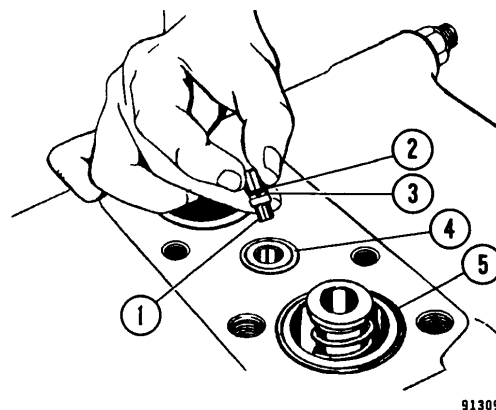
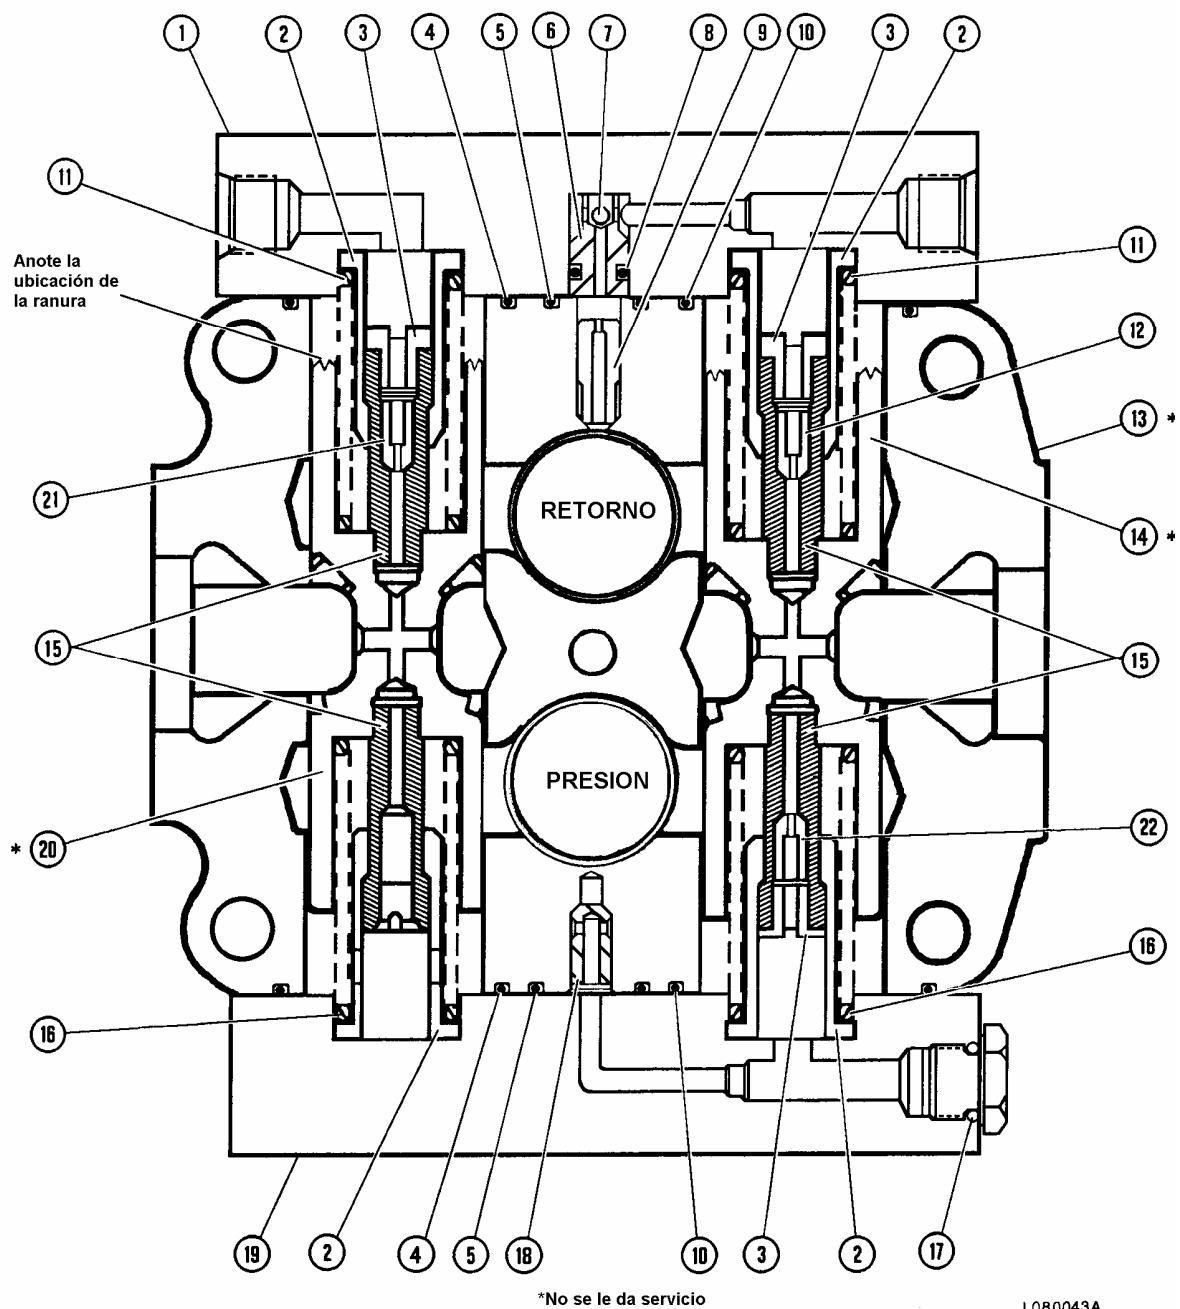

FIGURA 8-8. DESMONTAJE DEL CABEZAL MOVIL DE RESTRICCION
FIGURA 8-9. CONJUNTO DE LA SECCION DEL CARRETE DE LAS LUMBRERAS DE TRABAJO
2. Retire los pernos y saque la cubierta de la sección del carrete (1, Figura 8-9) de la caja.
4. Saque y deseche los anillos de goma (4) y (5, Figura 8-8).
5. Saque el cabezal móvil de restricción (1). Saque y deseche el anillo de goma (2) y el anillo de respaldo (3), si se usó. Fíjese en la posición del restrictor al desmontar para asegurar un reensamblado correcto.
6. Saque el conjunto del carrete (20, Figura 8-9). Fíjese en el color del resorte inferior (azul) para asegurar una ubicación correcta durante el reensamblado. También fíjese en la ranura en "V" en el extremo superior del carrete.
7. Saque el tapón (3) del extremo del carrete. Saque el asiento del resorte (2) y resorte (11). Saque el cabezal móvil (21) y el extremo de carrete (15).
NOTA: Ponga especial atención a los cabezales móviles (12), (21) y (22, Figura 8-9) durante el desmontaje para asegurar una correcta ubicación durante el reensamblado. Los cabezales móviles se pueden identificar con un punto de color (Rojo, Verde o Blanco). Si los cabezales móviles no están codificados con color, utilice el cuadro de la Figura 8-10 y la broca especificada para medir el diámetro del orificio para su identificación.
8. Repita el Paso 7 para desensamblar el extremo opuesto del carrete (20). Fijese que no haya tapones o cabezal móvil de restricción en el extremo opuesto y que el resorte sea azul.
9. Saque el conjunto del carrete (14). En el extremo superior del carrete, saque el tapón (3). Saque el asiento del resorte (2) y el resorte (11). Saque el cabezal móvil (12) y el extremo del carrete (15).
10. En el extremo opuesto, saque el tapón (3), el asiento del resorte (2) y el resorte (16). Saque el cabezal móvil de restricción (22) y el extremo del carrete (15).
11. Saque la cubierta (19), saque los anillos de goma (4), (5) y (10). Saque el cabezal móvil (18).
1. Lubrique los anillos de goma (4), (5) y (10, Figura 8-9) con aceite hidráulico limpio. Monte los anillos de goma en la caja del carrete. Instale el cabezal móvil (18). Instale la cubierta (19) y asegure en su lugar con pernos. Apriételos con un torque de **81 N.m (60 ft. lbs.)**.
2. Instale el resorte (11) en el carrete (20). Monte el asiento del resorte (2). Aplique Loctite en las roscas del extremo del carrete (15). Monte el extremo del carrete y apriete con un torque de **34 N.m (25 ft. lbs.)**. Monte el cabezal móvil verde (21). Aplique Dri-loc #204 a las roscas del tapón (3) instale y apriete el tapón con torque de **15 ft. lbs. (20 Nm)**.
5. Instale el resorte (11, Figura 8-9) en el extremo superior (ranurado) del carrete que queda (14). Monte el asiento del resorte (2). Aplique Loctite a las roscas del extremo del carrete (15). Monte el extremo del carrete y apriete con un torque de **34 N.m (25 ft. lbs.)**. Monte el cabezal móvil rojo (12). Aplique Dri-loc #204 a las roscas del tapón (3). Instale y apriete el tapón con torque de **20 Nm (15 ft. lbs.)**.
6. Repita el Paso 5 para el extremo inferior del carrete (14). Instale el resorte (16) que es de color azul, el asiento de resorte (2) y el extremo del carrete (15). Aplique Loctite a las roscas del extremo del carrete. Monte el extremo del carrete (15) y apriete con un torque de **34 N.m (25 ft. lbs.)**. Monte el cabezal móvil blanco (22). Aplique Dri-loc #204 a las roscas del tapón (3) Instale y apriete el tapón con torque de **20 Nm (15 ft. lbs.)**.
NOTA: Los carretes (14) y (20, Figura 8-9) son físicamente intercambiables. Asegúrese que el carrete (14) sea montado hacia la lumbrera base de la caja del carrete.
8. Si se usaron, monte el anillo de goma (2, Figura 8-8) y el anillo de respaldo (3) en el cabezal móvil de restricción (1). Monte el cabezal móvil en la caja del carrete como se muestra en la Figura 8-9.
9. Monte los anillos de goma nuevos (4), (5) y (10).
10. Monte un anillo de goma nuevo (y el anillo de respaldo, si se usó) en el cabezal móvil (6, Figura 8-9). Asegúrese que la bola de acero pequeña (7) esté instalada en el cabezal móvil. Monte el cabezal móvil en la cubierta (1).
11. Con anillos de goma nuevos (4, 5 y 10) instalados, coloque la cubierta (1) sobre la caja del carrete. Asegure la cubierta en su lugar con pernos. Apriete los pernos con torque de **81 N.m (60 ft. lbs.)**.